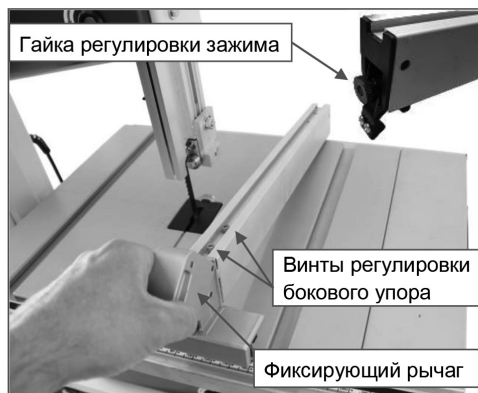

Рис. 29
• Усилие зажима бокового упора можно регулировать с помощью задней гайки с накаткой (рис. 29).
- Если параллельный упор расположен не параллельно прорези в столе, отрегулируйте его положение с помощью регулировочных винтов (рис. 29).